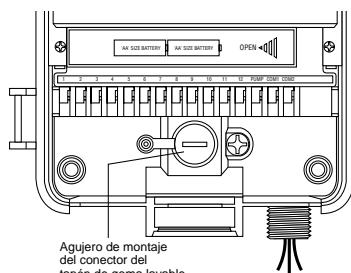

FIGURA 20: Compartimento para cableado de la caja del programador
- Retire el tapón de goma de protección contra la intemperie que se encuentra en el orificio del tornillo e inserte un tornillo del nº 8 a través de la ranura de la caja del programador [Vea la Figura 20].
- Apriete el tornillo hasta que la caja del programador quede firmemente sujetada contra la pared y, a continuación, vuelva a colocar el tapón de goma en el agujero correspondiente [Vea la Figura 20].